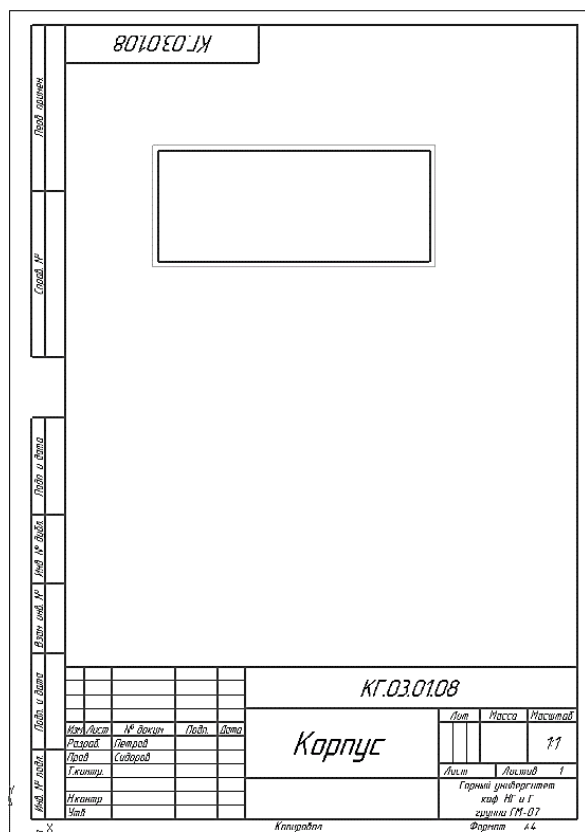

Рис. 95. Построение прямоугольника
4.1.3 Введите с клавиатуры значение 40 мм. Число попадет именно в поле **Высота**. Для фиксации значения нажмите клавишу <Enter> на клавиатуре. Теперь активным стало поле **Ширина**. Введите значение 98 мм и нажмите <Enter> – прямоугольник построен. Прекратите выполнение текущей команды, нажав кнопку **Прервать команду** на Панели специального управления **STOP** или клавишу <Esc> на клавиатуре (рис. 95).